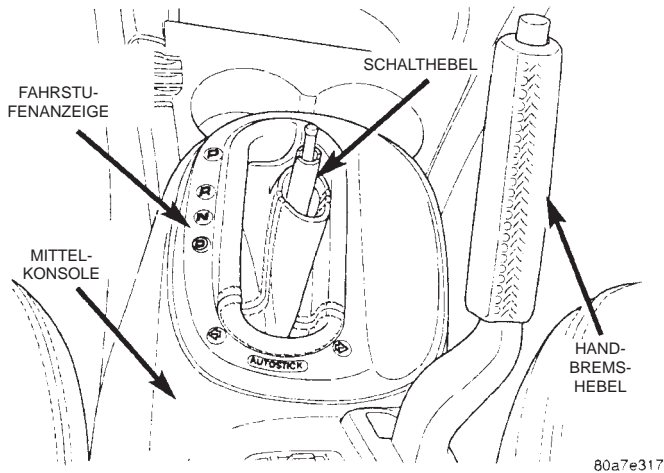

Abb. 131 Fahrstufenanzeige
(2) Die Fahrstufenanzeige (Abb. 131) aus der Mittelkonsole ausbauen. Die Fahrstufenanzeige ist mit Halteclips an der Mittelkonsole befestigt. Sie muß vorsichtig von der Mittelkonsole abgehoben werden. Die Fahrstufenanzeige bedeckt die 2 Schrauben, mit denen die Mittelkonsole befestigt ist.